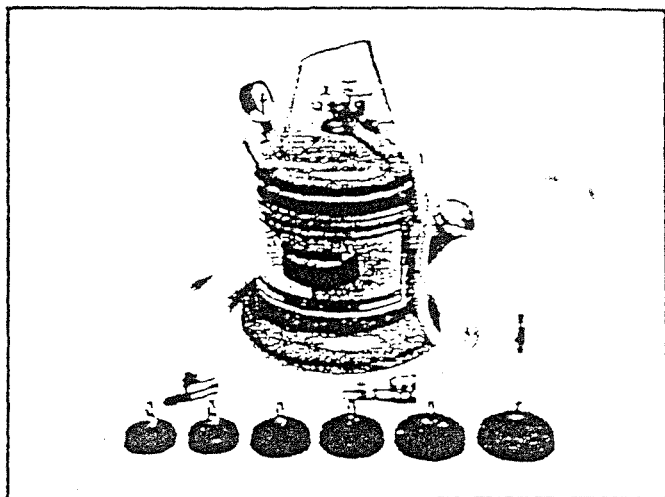

Fig. 1
- O cilindro principal tem dois reservatórios separados. Se não se possuir uma ligação Y (ref. Lockheed L599095) (fig. 1), e dois tampões, é necessário começar a purga pelo circuito primário (do lado da haste de pressão).